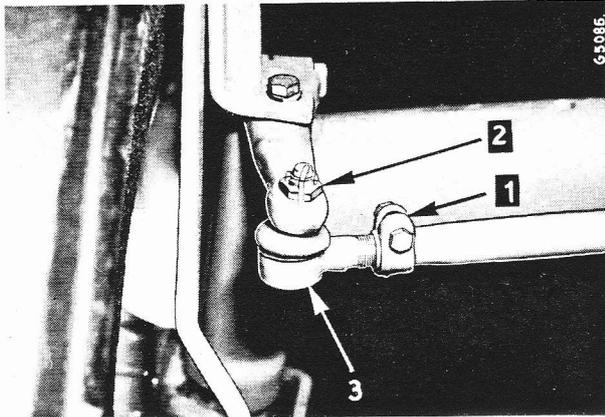

Figure 105
Desserrez les vis (1, fig. 105). Démontez l'écrou crénelé (2) et, suivant le cas, vissez ou dévissez la rotule (3) sur la barre d'accouplement de manière à obtenir le pincement correct.